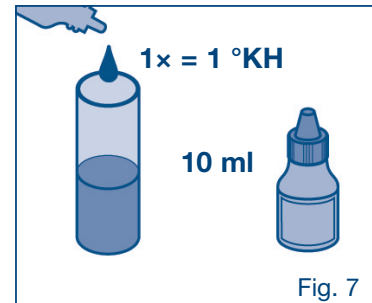

Fig. 7
1. Pour connaître la dureté carbonatée de l'eau, il vous est possible de vous adresser au distributeur d'eau local ou de réaliser un test rapide (test en gouttes, fig. 7). Le tableau 1-2 du chapitre 10 indique le réglage bypass approprié et la capacité type du filtre en fonction de la dureté carbonatée et du type d'utilisation.